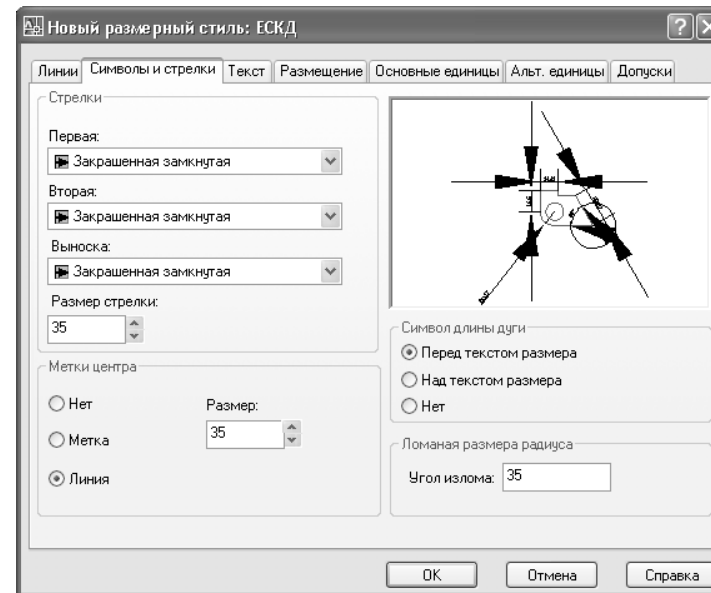

Рис. 11.4 ▼ Параметры стрелок для нового стиля ЕСКД
10. Перейдите на вкладку **Символы и стрелки** (Symbols and Arrows) и установите параметры стрелок в соответствии с рис. 11.4: параметру **Размер стрелки** (Arrow size) присвойте значение **35**; в группе **Метки центра** (Center marks) выберите переключатель **Линия** (Line) и присвойте параметру **Размер** (Size) значение **35**.